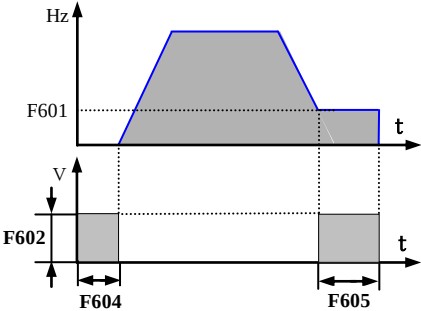

图 5-9 直流制动
注意: 在 1 拖 n ($n \leq 8$)、定时轮换和变频循环 (以后简称轮换) 时, 根据接线规则, 使用的继电器数 n 必须是偶数, 此时如果用户设置使用了单数个继电器, 则在运行时变频器会自动检测出来并显示 “Err3”。如果 $n=2$, 要实现轮换供水, 则必须使用特殊接线方法, 可参考 F2000-P 外围接线图 5-9 和 5-10; $n \geq 4$ 时, 可通过扩展板实现传统方式的轮换控制, 具体接线可参考附录 3: F2000-P 外围接线图。
• 直流制动过程如图 5-9 所示。